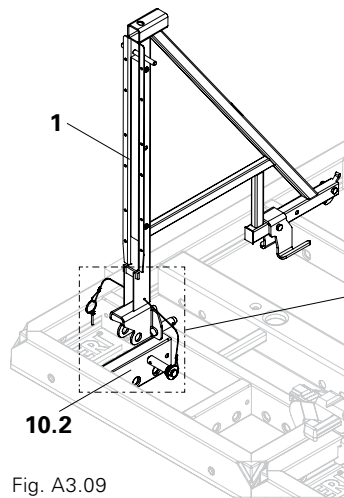

Fig. A3.09
2. Retirer la goupille rabattable (1.4) de l'alésage (1.6) du boulon de sûreté (1.5). (Fig. A3.09 + A3.09a)
3. Extraire le boulon de sûreté (1.5) de la console MXK (1). (Fig. A3.09 + A3.09a)